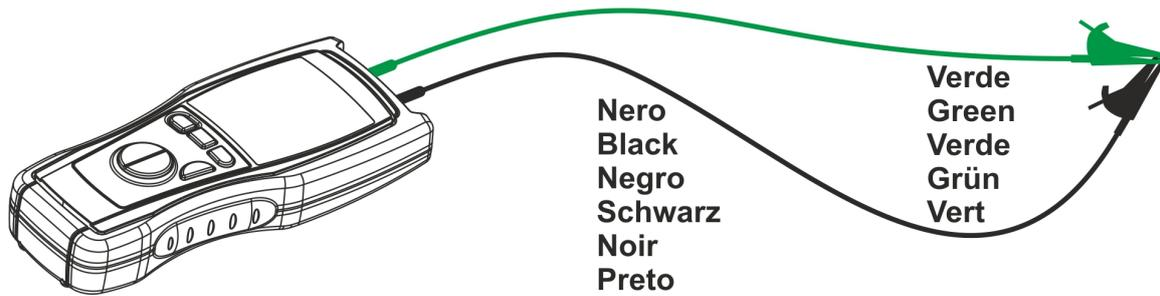

Fig. 6 : Connexion des bornes pendant la procédure de calibration
2. Court-circuiter entre elles les extrémités des câbles de mesure (voir Fig. 6) en veillant à ce que les parties métalliques des embouts ou des crocodiles soient bien en contact.